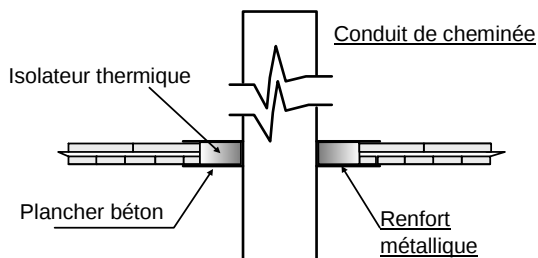

FIG. 2
5. Des presse-étoupes / coupe-feu appropriés doivent être installés lorsque un morceau du conduit passe au travers de sols et/ou de toits. L'isolation aura une épaisseur minimale de 50 mm du conduit à la structure. Il est nécessaire de protéger les murs avec des protections murales lorsque le conduit ne se trouve pas à la distance de sécurité indiquée et que des dommages peuvent avoir lieu. (Voir Fig. 2.).